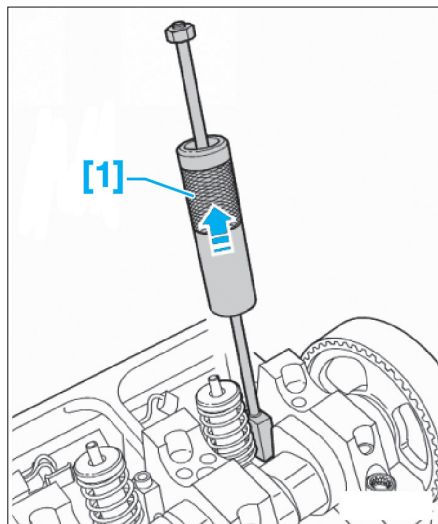

Fig. 38
- [1]. Extracteur à inertie (ref. T10055) (Fig.38).
- Déposer la rampe de culbuteurs, en desserrant progressivement et en plusieurs passes les vis extérieures (3) puis les vis intérieures (4).
- Desserrer la vis de fixation (5) de la bride de serrage puis déposer cette dernière.
- En faisant levier avec un tournevis, débrancher avec précaution le connecteur (6) de l'électrovanne de l'injecteur-pompe concerné.
- À l'aide de l'outil [1] en prise dans la fente latérale de l'injecteur-pompe, extraire ce dernier en procédant par de petits à-coups (Fig.38).